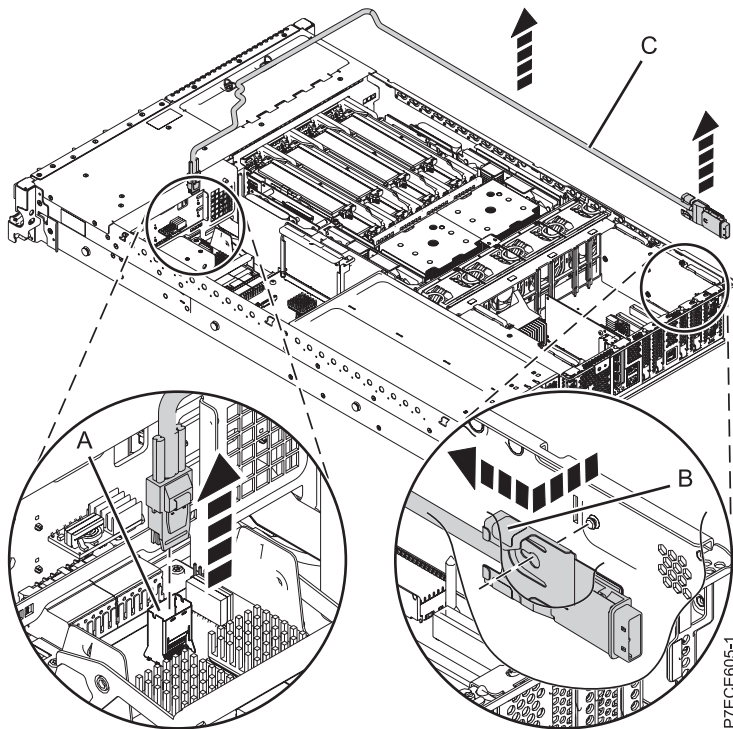

Figure 28. Retrait du port SAS externe
9. Tirez sur le support de câble au niveau du point bleu (B) et faites sortir le câble SAS par de l'ouverture réservée au port SAS externe ménagée à l'arrière du boîtier. Pour plus d'informations, voir figure 28, à la page 48.
10. Retirez le câble SAS (C) du système.
11. Appuyez sur le loquet du connecteur SAS (A), puis sortez le câble du capuchon situé sur l'interposeur de stockage du système.